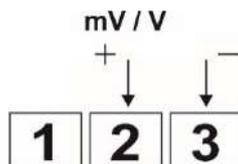

Figura 11 – Conexão para 50 mV, 5 V e 10 V
- **50 mV, 5 V e 10 V:** A Figura 11 indica como fazer a conexão para 0-50 mV, 5 V e 10 V.